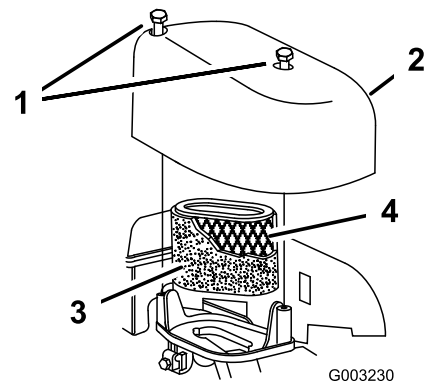

Figura 34
2. Retire los tornillos que fijan la tapa del filtro de aire (Figura 34).